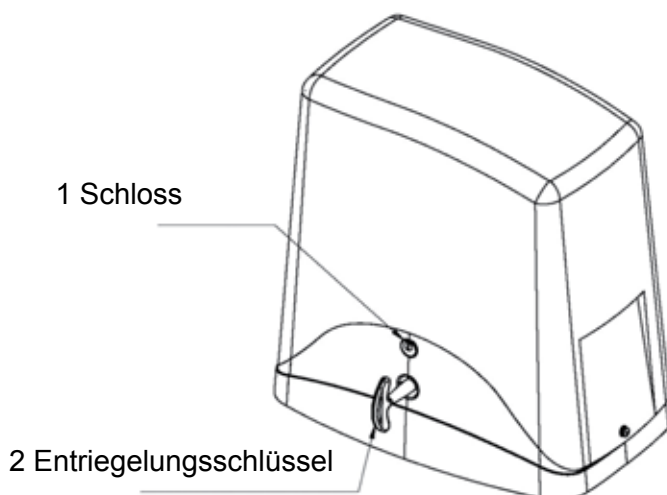

Abb.3
1. Den beiliegenden Schlüssel in die Stellung 1 Schloss stecken und um 90° gegen den Uhrzeigersinn drehen (Abb.3)
2. Den Entriegelungsschlüssel in die Stellung 2 stecken und bis zur vollständigen Entriegelung des Ritzels im Uhrzeigersinn drehen (Abb.3).
Für die richtige Installation der Zahnstange den Antrieb wie gezeigt entriegeln (Abb.3) und das Tor vollständig öffnen.